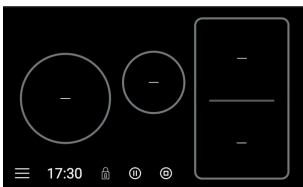

fig. 4
- 1 Toccare il sensore di accensione/spegnimento generale ①(1) per almeno un secondo. La spia di accensione (3) si illumina e lampeggia, ad indicare che la cucina è in fase di accensione. Sul touchscreen compare il logo di Teka (fig. 3). Al termine della procedura si accede direttamente alla "schermata principale" (fig. 4).
Una volta attivata la "schermata principale" (fig. 4) è possibile accendere qualsiasi piastra.
Dalla "schermata principale" (fig. 4) è possibile spegnere contemporaneamente tutte le piastre mediante l'icona di spegnimento .